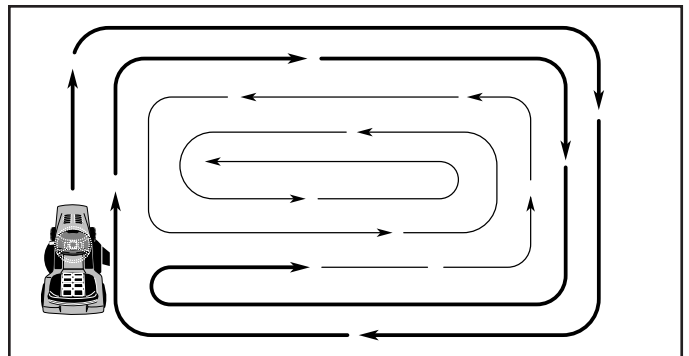

FIG.10
- Pour tondre une grande surface, on vous conseille de commencer par tourner à droite, de façon à ce que l'herbe ne soit pas déversée sur les arbustes, les clôtures, les allées, etc. Après un ou deux tours, tondez en sens inverse en tournant à gauche jusqu'à ce que le travail soit achevé (Voir la Fig. 10).